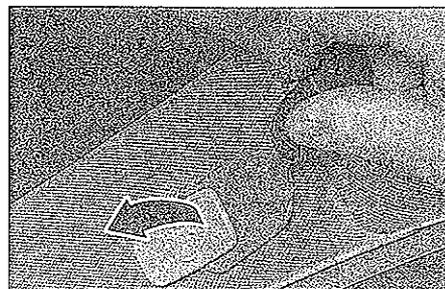

FIG. 34
- las tapas de los tornillos de fijación de los guarnecidos de montantes de parabrisas (fig. 34).